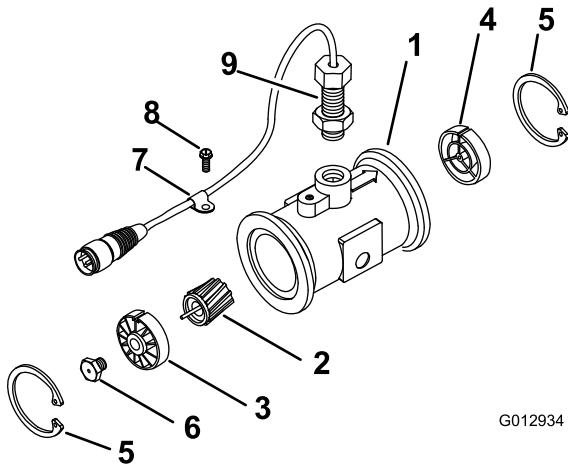

Figure 60
3. Retirez le circlip en amont (Figure 60).